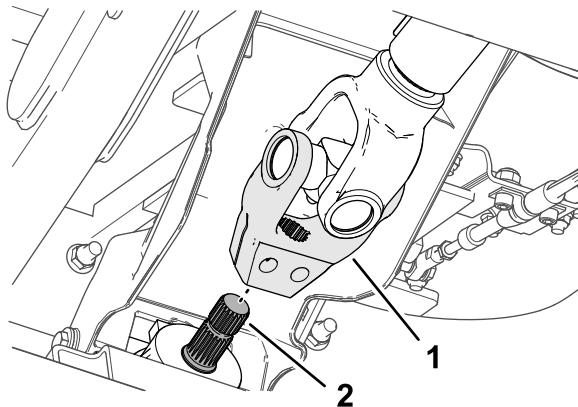

Figure 17
5. Alignez les cannelures de la chape de l'arbre d'entraînement et celles de l'arbre d'entrée de l'outil (Figure 17), puis glissez la chape sur l'arbre.